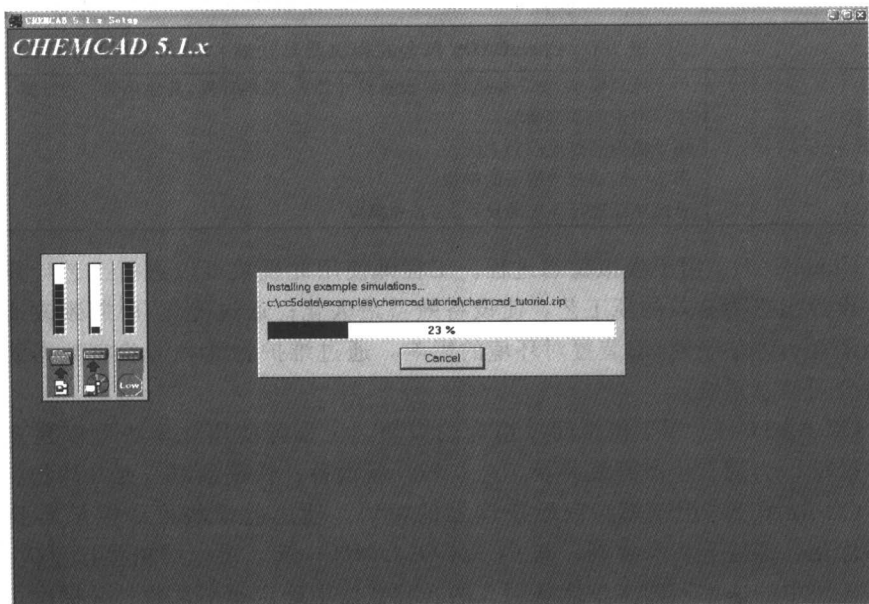

图 1-4 安装过程
- 以上步骤完成之后，开始安装 ChemCAD，安装的界面如图 1-4 所示。